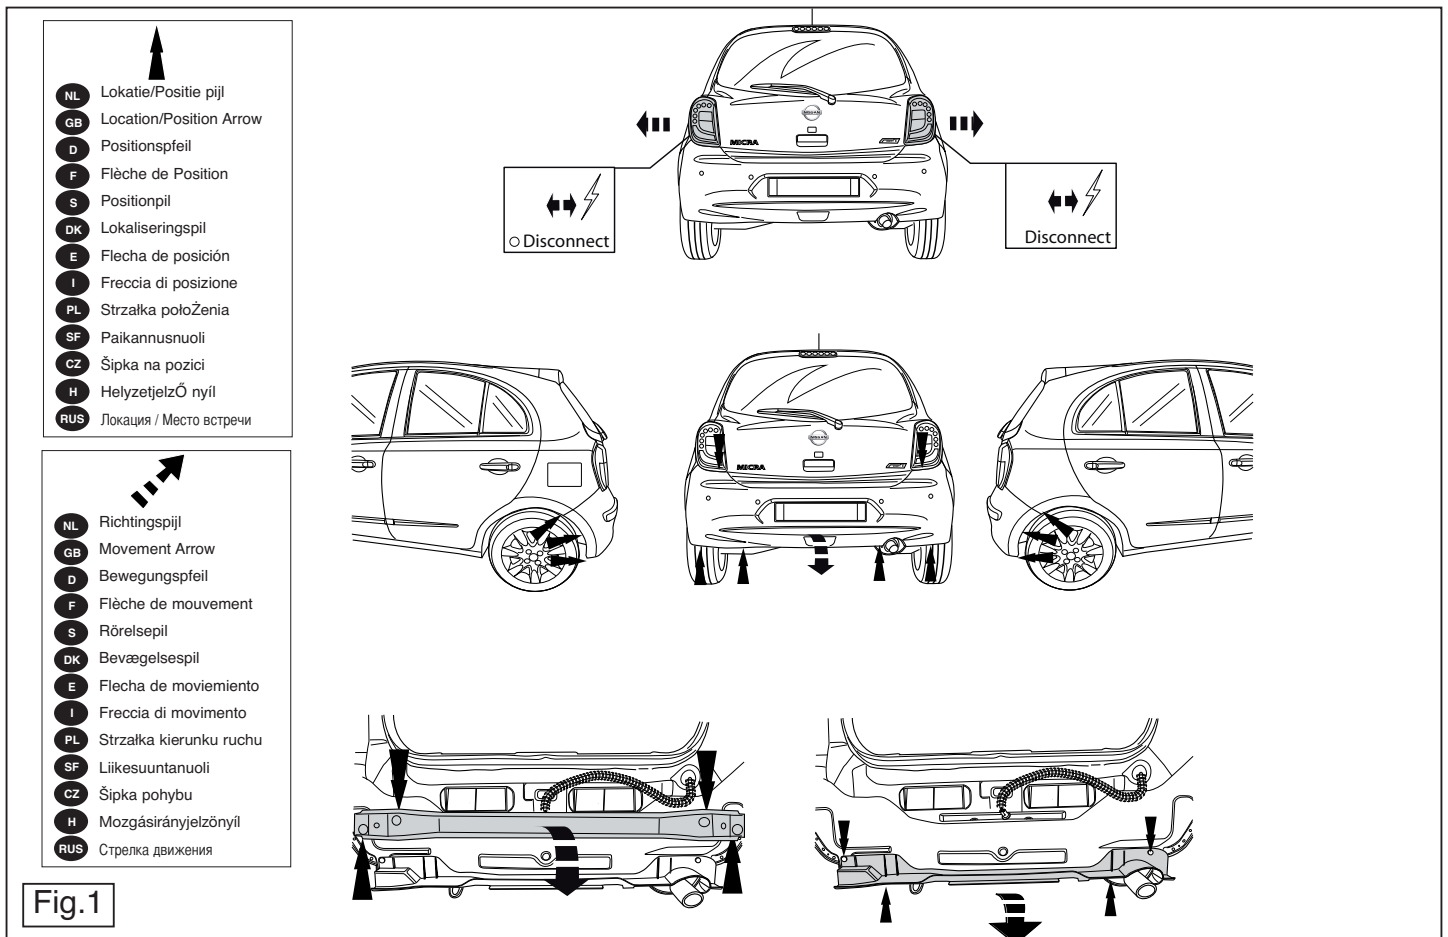

Fig.1
- * Zie fig. 1.
- 1. Remove the rear-light units. Remove the bumper and the steel buffer beam from the vehicle. The buffer beam will no longer be needed. See figure 1.
- 2. Remove the plastic cover plate in the centre on the underside. See figure 1.
- 8. Fit the plastic cover plate in the centre on the underside. See figure 1.
1. Die Rücklichter abmontieren. Die Stoßstange einschließlich des stählernen Stoßbalkens vom Fahrzeug abmontieren. Der Stoßbalken wird nicht mehr benötigt. Siehe Abbildung 1.
2. An der Unterseite in der Mitte die Abdeckplatte aus Kunststoff demonstrieren. Siehe Abbildung 1.
8. An der Unterseite in der Mitte die Abdeckplatte aus Kunststoff montieren. Siehe Abbildung 1.
1. Démontez les feux arrière. Déposer le pare-chocs du véhicule y compris la traverse en acier ; la traverse ne sera plus utilisée. Voir la figure 1.
2. Démontez la plaque de recouvrement en plastique au milieu de la partie inférieure. Voir la figure 1.
1. Demonter baglysenhederne. Demonter kofangeren, inklusive køretøjets stålstødbjælke. Denne bliver overflødig. Se fig. 1.
2. Demonter kunststof dækkepladen midt på undersiden. Se fig. 1.